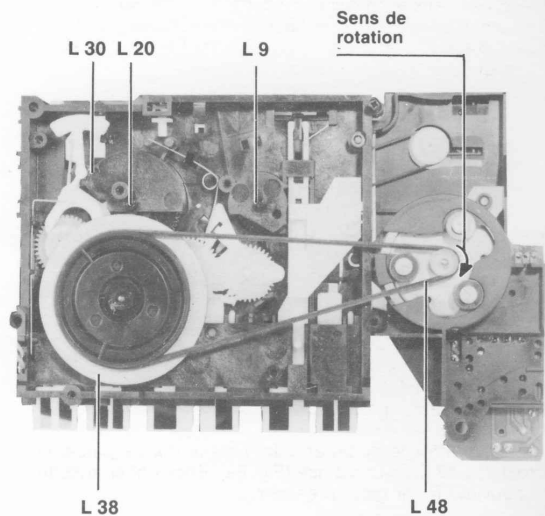

Fig. 9
ent L48 (Fig. 9).
L 9 (Fig. 9).
9) (Fig. 9).
L 20 (Fig. 9).
Défaire le crochet plastique **Lb** (Fig. 6a) situé sous le levier palpeur **L 30** (Fig. 9) du châssis. Soulever légèrement l'arrière du chariot de tête. Appuyer simultanément sur les deux guides plastiques **LC** (Fig. 6a), les pousser vers le centre, retirer le chariot de tête en le poussant vers l'arrière.
- 8.2 Retirer le volant, Fig. 9, en veillant à ce que la courroie ne vienne pas en contact avec des pièces lubrifiées. Lors du remontage du volant, introduire l'axe cabestan dans le manchon du volant, en procédant avec précaution.
9. Remplacement de la courroie d'entraînement **L48** (Fig. 9).
10. Remplacement du plateau retour rapide **L 9** (Fig. 9).
Maintenir le ressort. A l'aide d'un objet plat (p. ex. le haut d'un stylo-bille), appuyer sur la pince d'enclenchement qui se trouve au centre de la bobine **L 9** (Fig. 9).
11. Remplacement de l'embrayage avance **L 20** (Fig. 9).
12. Remplacement du moteur **L 17** (Fig. 9).